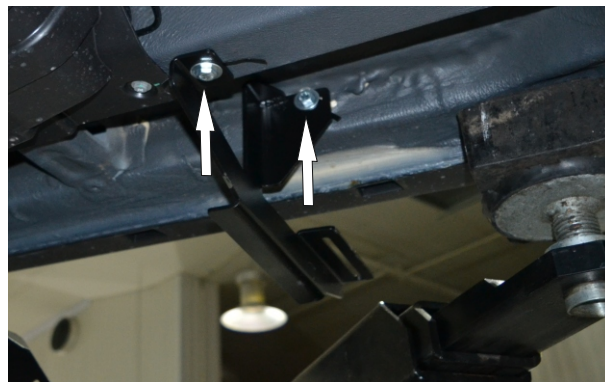

Рис. 2
3. При помощи болтов M8x30 закрепить кронштейн передний к установленным гайкам закладным M8 (рис.2).